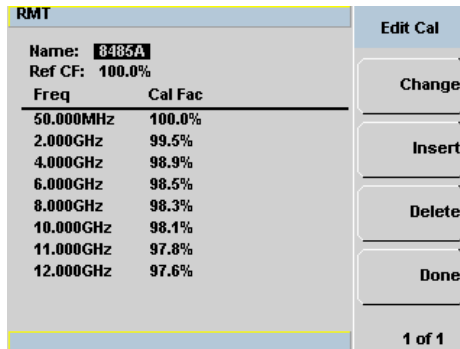

Abbildung 5-10 Anzeige „Edit Cal“ (Kalibrierung bearbeiten)
- 2 Wählen Sie mithilfe der Tasten  und  die Tabelle aus, die Sie bearbeiten möchten. Drücken Sie **Edit Table** (Tabelle bearbeiten), um den Bildschirm **Edit Cal** (Kalibrierung bearbeiten) wie in Abbildung 5-10 dargestellt anzuzeigen.